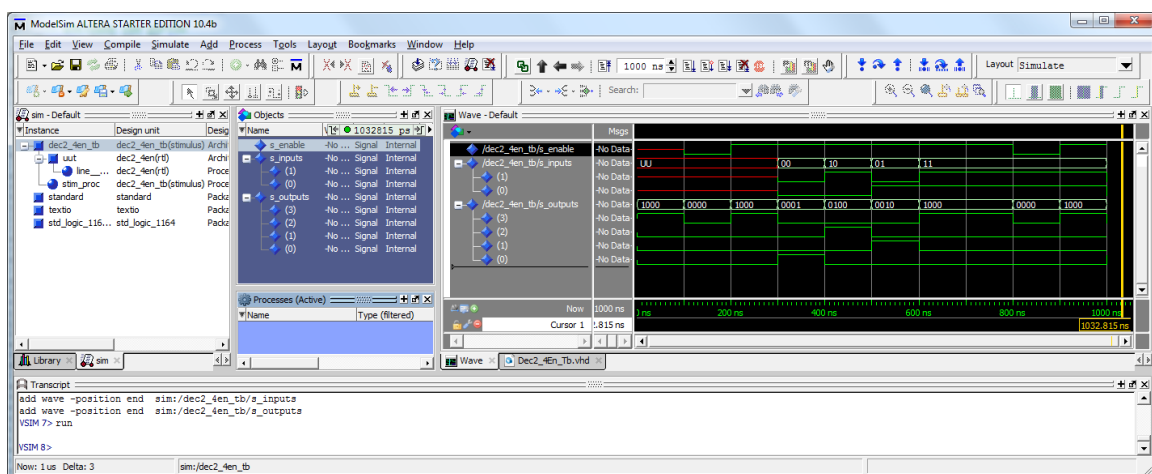

Figura 8 – Resultados de simulação do descodificador binário de 2→4 com *enable* “Dec2_4En.vhd” com a *testbench* “Dec2_4En_Tb.vhd”.
11. Execute a simulação, especificando previamente o tempo pretendido (e.g. 1000 ns tal como ilustrado na Figura 8) e premindo “Run”. A janela “Wave” deve ser atualizada à medida que a simulação progride. Analise os resultados e no final feche a aplicação “ModelSim Intel FPGA Starter Edition” e de seguida o projeto.